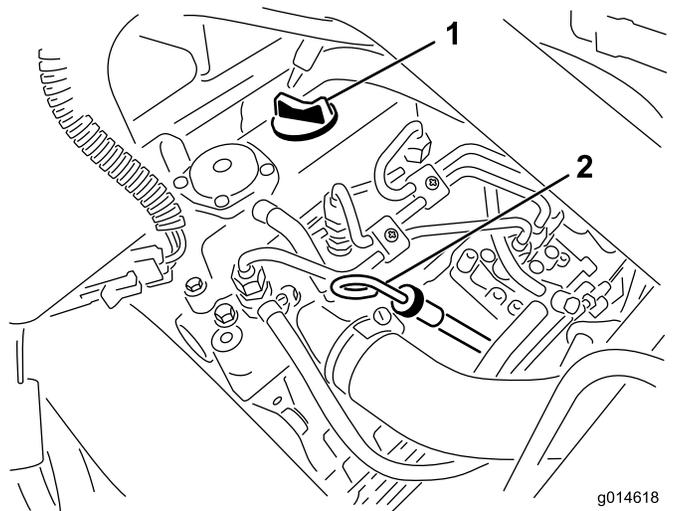

Figura 25
2. Togliete l'asta di livello ed asciugatela con un panno pulito (Figura 25). Inserite l'asta di livello nel tubo, assicurandovi che sia inserita fino in fondo. Estraiete l'asta di livello dal tubo e controllate il livello dell'olio. Se il livello dell'olio è basso, togliete il tappo di riempimento dal coperchio della valvola e versate **lentamente** una quantità di olio sufficiente ad alzarne il